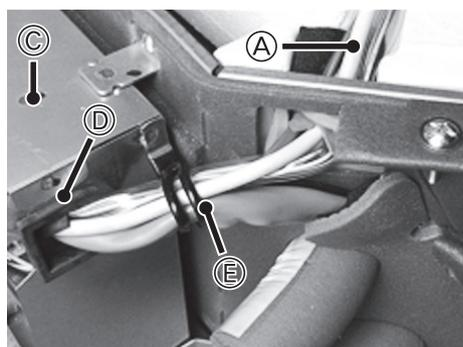

Fig. 4-3
- (3) Coloque el cable de unión inalámbrica en el MANGUITO de la caja de los componentes eléctricos y, a continuación, conecte el cable en CN90 del panel del controlador interior. (Fig. 4-3)
- (4) Fije los cables y conductores con la abrazadera.